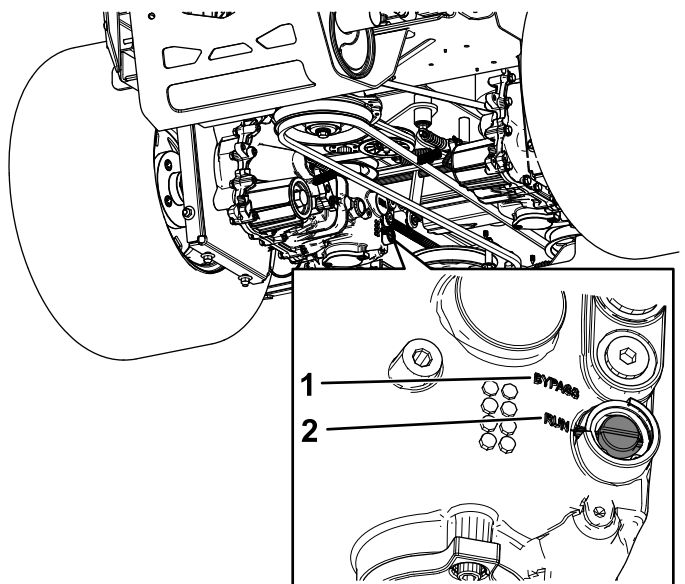

Figura 43
3. Usando un destornillador de punta plana, gire ambas levas a la posición de DESVÍO (Figura 43).
5. Para conducir la máquina, gire ambas levas a la posición de MARCHA (Figura 43).